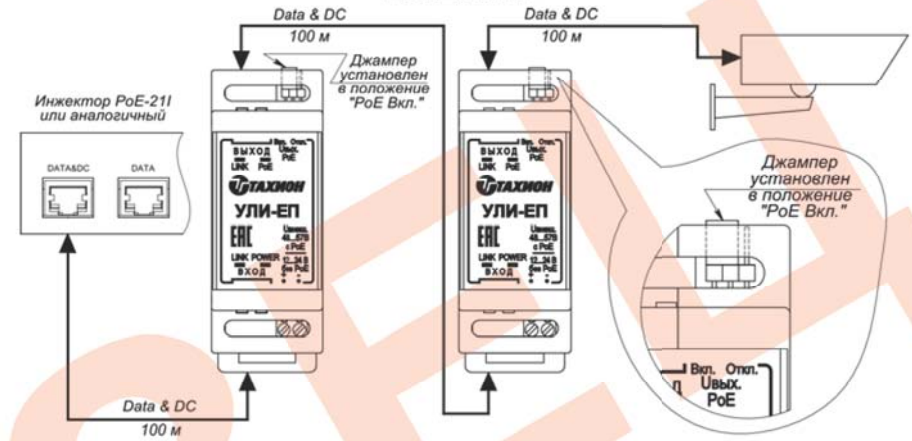

Рис.3 Пример удлинения сигнала Ethernet и питания от инжектора к IP видеокамере (с PoE).
- внешним инжектором PoE – изделие работает как сплиттер и инжектор (см. рис.3).
Возможно увеличение расстояния линии связи для передачи данных по сети Ethernet и питания по технологии PoE до 300 или 400 метров при подключении 2 или 3 изделий соответственно (см. рис.3).